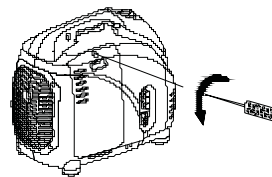

Рис. 25
- б) Открутите винт и откройте боковую панель корпуса генератора (Рис. 25).